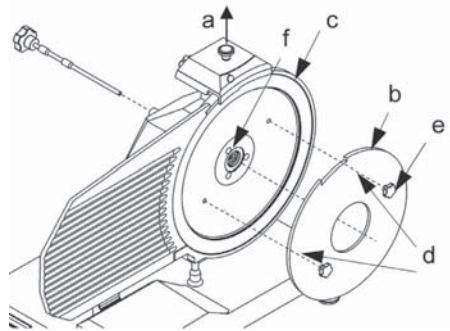

FIG. nr. 7 – Het masker plaatsen om het mes te verwijderen
Om het mes op het tegenoverliggende oppervlak te reinigen, is het noodzakelijk het mes te verwijderen (zie FIG. nr. 7).
- demonteer de deksel van het mes (zie FIG. nr. 7);